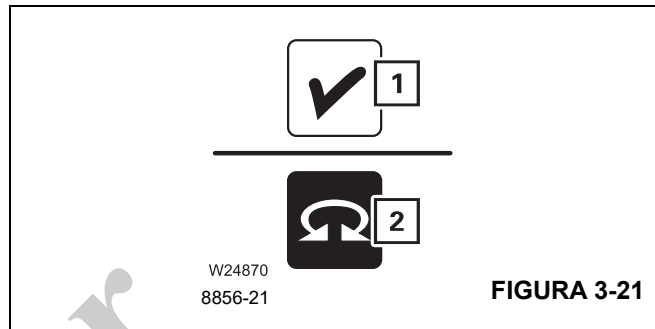

FIGURA 3-21
Independientemente de si el fondo (1), (Figura 3-21), de un símbolo es rojo o si solo algunas partes de un símbolo (2), (Figura 3-21), son rojas. Esto aplica a todos los símbolos y a todos los colores.